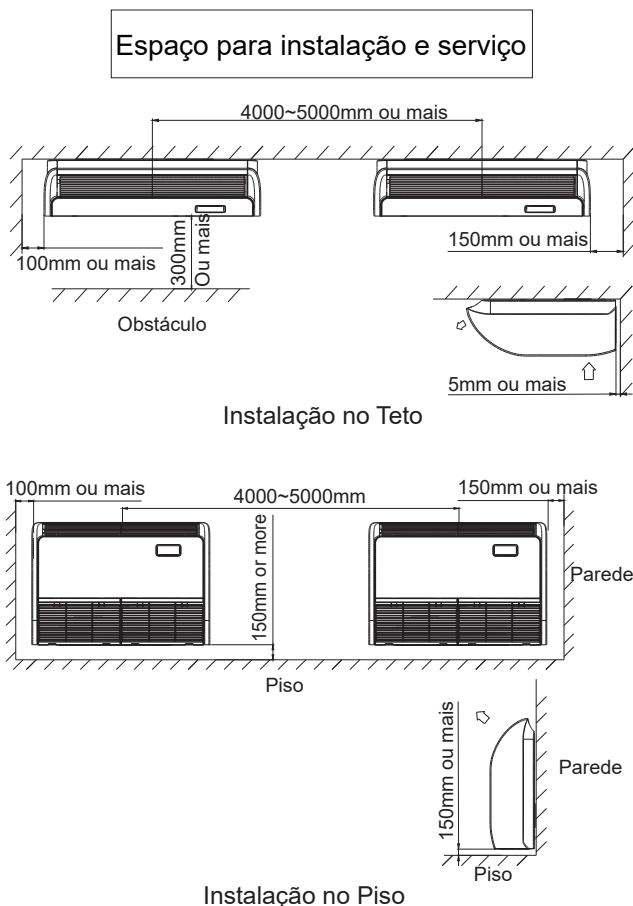

Fig. 4.5.1
- Garantir o espaço adequado para instalação, manutenção e serviço (Ver Fig.4.5.1).